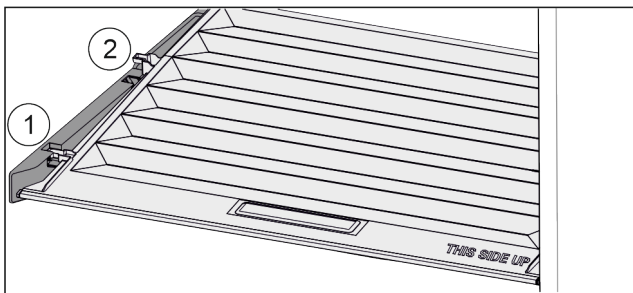

Fig. 117
- ▶ Кришку до отвору в деталях для підтримки потягнути вперед Fig. 117 (1).
- ▶ Підняти ззаду знизу та вийняти Fig. 117 (2) вгору.